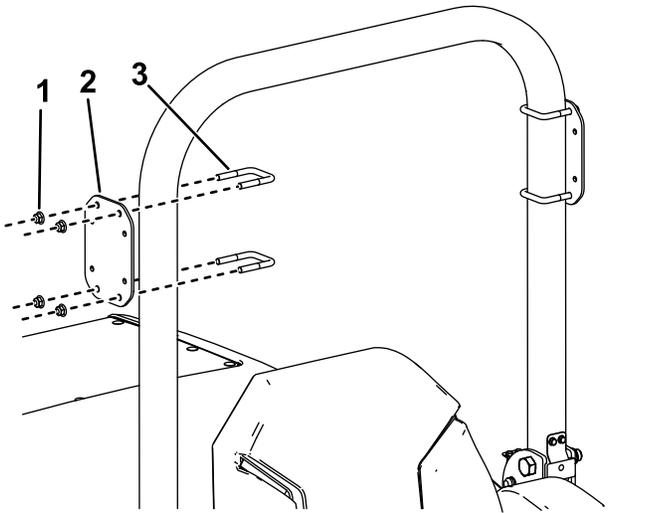

Bild 1
1. Befestigen Sie die Scheinwerferhalterung mit zwei U-Bügel und vier Sicherungsmuttern (3/8") an jeder Seite der Maschine, wie in Bild 1 dargestellt.